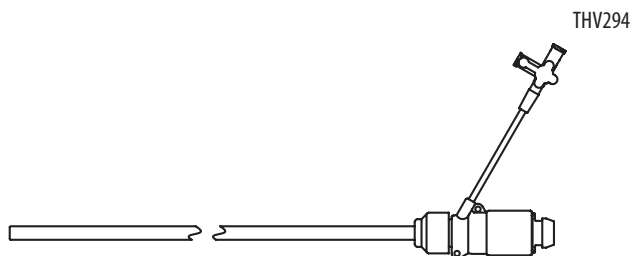

Abbildung 1
- a) eine erweiterbare Einführschleuse (eSheath) (Abb. 1) für den Zugang zum Zielgefäß unter Aufrechterhaltung der Hämostase sowie zur vorübergehenden Vergrößerung des Schleusendurchmessers, damit ein Medizinprodukt ungehindert passieren kann.